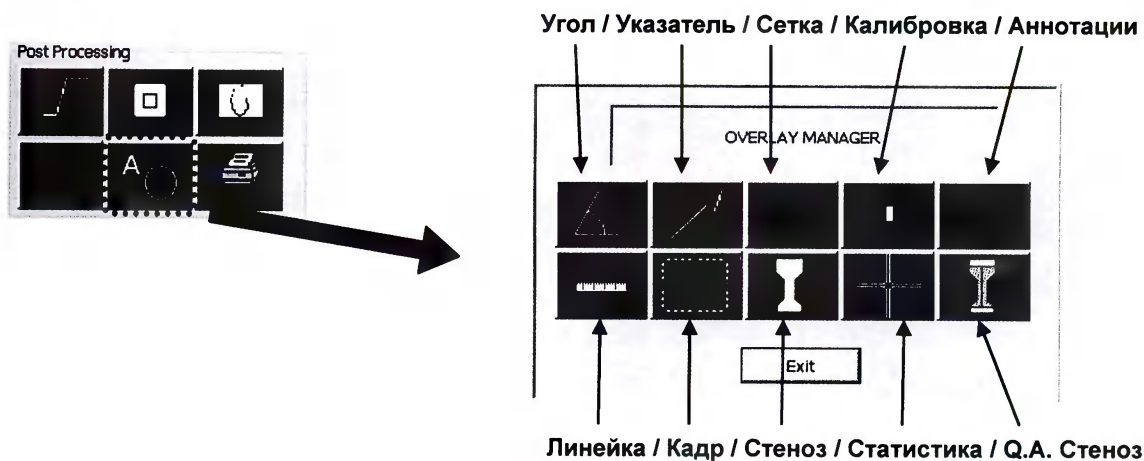

Рисунок 115
9.5.13.6.1 Добавлять к изображениям текст и измерять их можно при помощи меню **Overlay Manager** (администратор оверлейной загрузки) (см. рисунок 115).